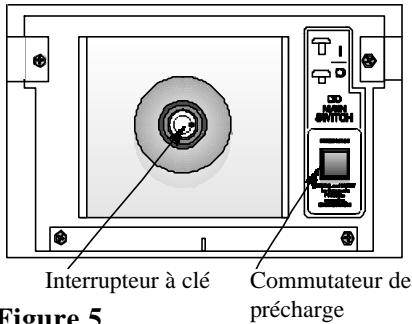

Figure 5
- Après avoir installé le bloc-batterie, enfoncer pendant cinq secondes le commutateur de précharge situé à l'avant du compartiment de la batterie (voir figure 5).